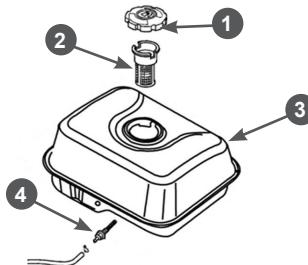

Рис. 11 Фильтры топливные
В топливном баке установлены два сетчатых топливных фильтра. Один фильтр устанавливается в заливной горловине топливного бака. Второй фильтр конструктивно объединен со штуцером топливного бака и установлен внутри бака (Рис. 11).
Через каждые 300 часов работы необходимо производить очистку топливного бака от грязи и конденсата. Одновременно с очисткой топливного бака необходимо проверять и очищать фильтр 4, установленный внутри бака (Рис. 11). Поврежденный или сильно загрязненный фильтр необходимо заменить.
- Выкрутите из топливного бака выходной штуцер 4 и произведите его очистку (Рис. 11). Внимательно осмотрите сетчатый фильтр. При обнаружении механических повреждений замените штуцер топливного бака.